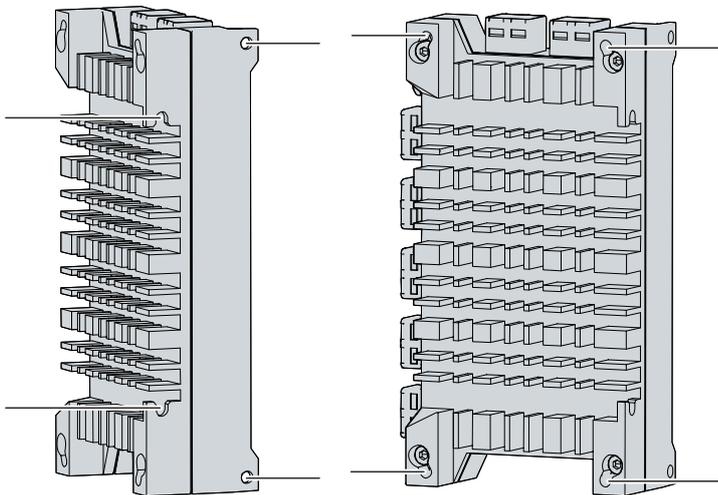

Abb. 14: C7015_Montage mit Montagekonzept
1. Setzen Sie den Industrie-PC in gewünschter Ausrichtung an den gekennzeichneten Stellen des Montagekonzepts (siehe Abb. 14) über die Bohrlöcher.